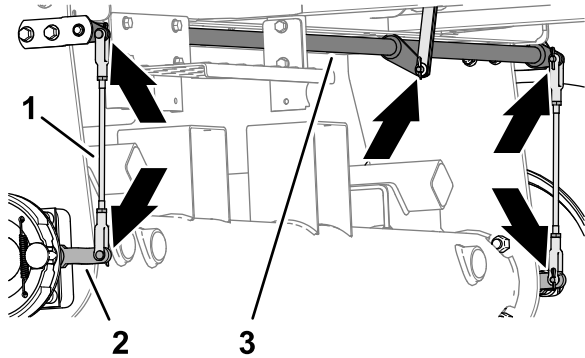

図 70
1. 左右のブレーキロッドアセンブリ図70に破損や摩耗がないか点検する。
2. ブレーキのピボットシャフト図70に摩耗や破損がないか点検する。